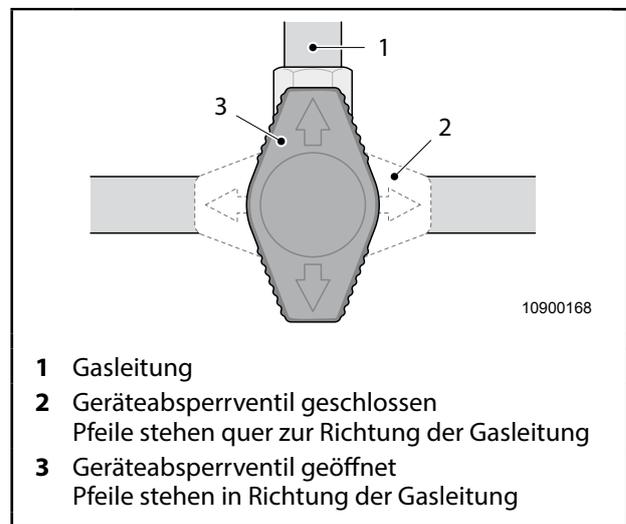
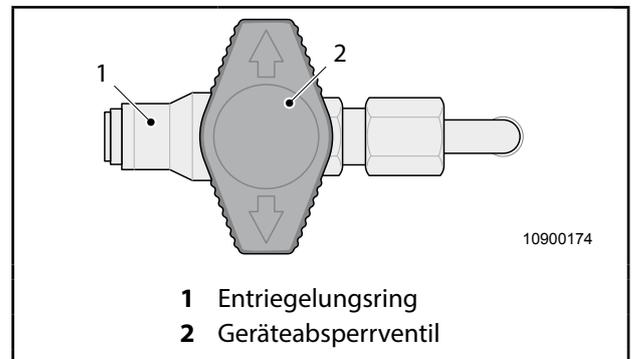

Abb. 44 Geräteabsperrentile
Abb. 45 Gas-Außensteckdose
Die Gas-Außensteckdose ist an der Außenseite des Fahrzeugs installiert. Sie dient zum Anschluss eines Gasgrills, etc. Abb. 45 zeigt das Absperrventil der Gas-Außensteckdose.
1. Anschlussstück des Verbrauchers in die Aufnahme der Außensteckdose einstecken, Entriegelungsring (Abb. 45, Pos. 1) rastet ein, danach das Absperrventil (Abb. 44, Pos. 2) für die Gaszufuhr öffnen.
2. Zum Abkuppeln des Verbrauchers das Absperrventil schließen, den Entriegelungsring (Abb. 45, Pos. 1) entgegengesetzt der Abziehrichtung der Verbrauchers schieben und das Anschlussstück abziehen.